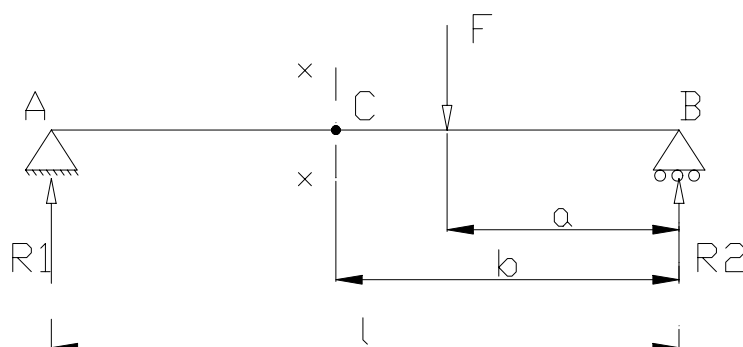

Figura 3.11
- Um exemplo disto é dado no exemplo abaixo – seja uma viga conforme a figura 3.11